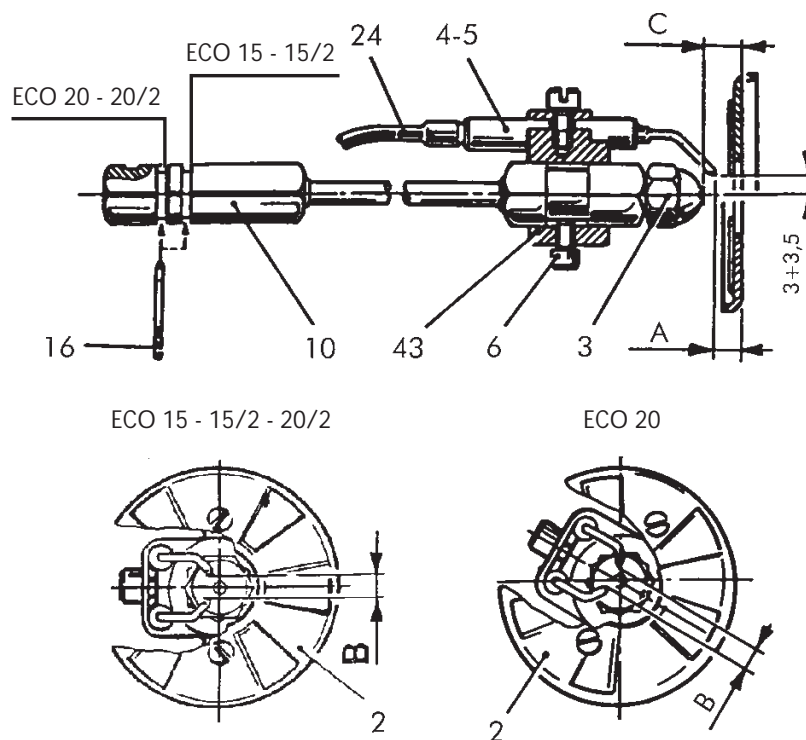

Fig. 14
- Duza (3) defecta sau murdara;
- Electrozii de aprindere (4-5) cu crusta sau deteriorati (vezi pozitionarea in fig. 14);
- Fotorezistenta (19) innegrita;
- Etansare defectuoasa a electrovalvei (29);
**ATENTIUNE:** in caz de blocaj interveniti numai asupra butonului de rearmare (20), in nici un caz la circuitul electric al arzatorului. Daca este necesar, adresati-va unei persoane calificate.
Efectuati curatarea electrozilor pe cat posibil fara a le modifica pozitia fata de discul deflector; oricum, in faza de montaj, respectati dimensiunile indicate in fig. 14.